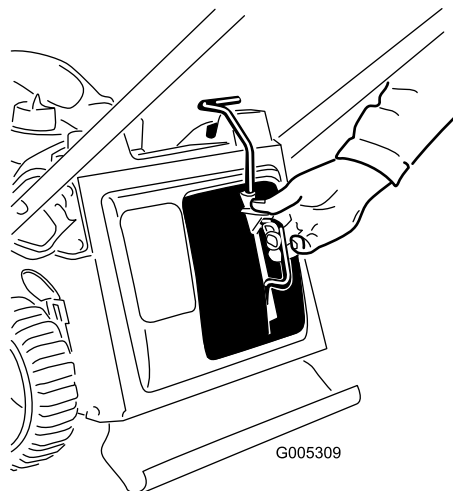
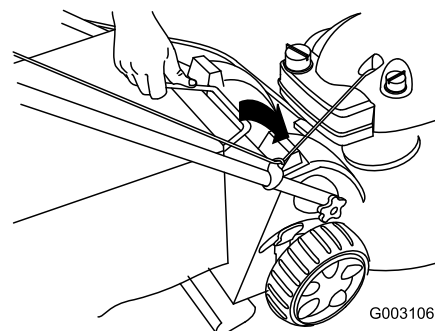

Figure 15
Figure 16
1. Montez l'obturateur de broyage (Figure 15) ou le bac à herbe (Figure 16) sur la tondeuse.